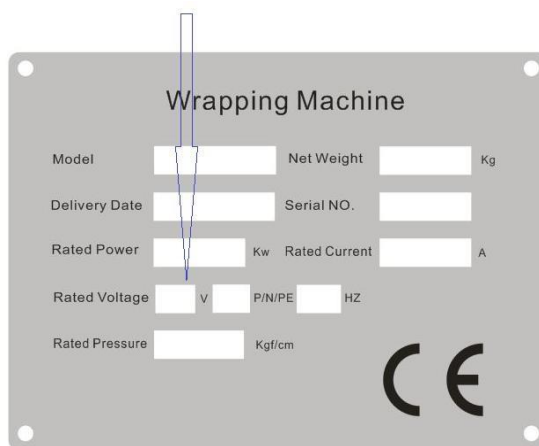

Рис. 2.13
2. Убедитесь в правильности напряжения, которое можно найти на заводской табличке, рисунок 2.13. Проверьте вращение поворотного стола в правильном направлении при работе в ручном режиме. Если направление неправильное, поменяйте местами два полюса вилки.